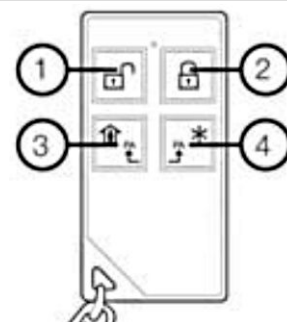

Рисунок 33. Кнопки брелока FW2-RMT-8F
2. Брелок – сначала удалить предыдущую регистрацию одновременным нажатием кнопок ② и ③ (см. рисунок 33). Регистрация – одновременно нажать кнопки ③ и ④;